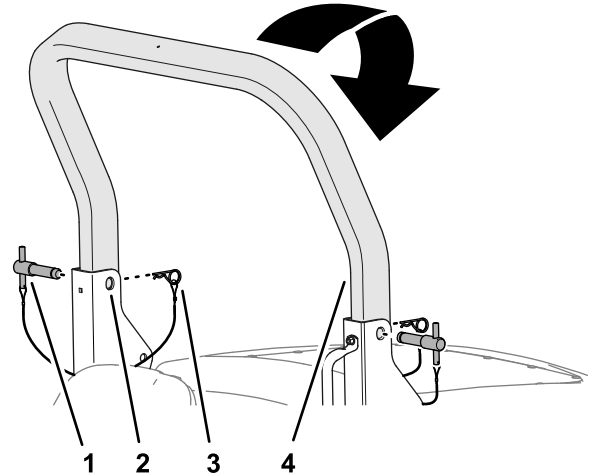

Figura 20
2. Togliete le coppiglie dai perni del roll bar nelle staffe orientabili del telaio del roll bar inferiore (Figura 20).
3. Mentre sostenete il peso della parte superiore del roll bar, tolgiete i relativi perni dalle staffe orientabili (Figura 20).